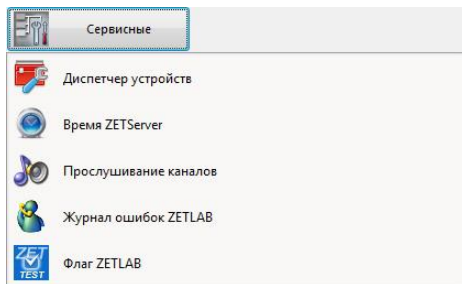

Рисунок 7. Вид вкладки «Сервисные»
- выбрать во вкладке «Сервисные» Диспетчер устройств (рис.7);